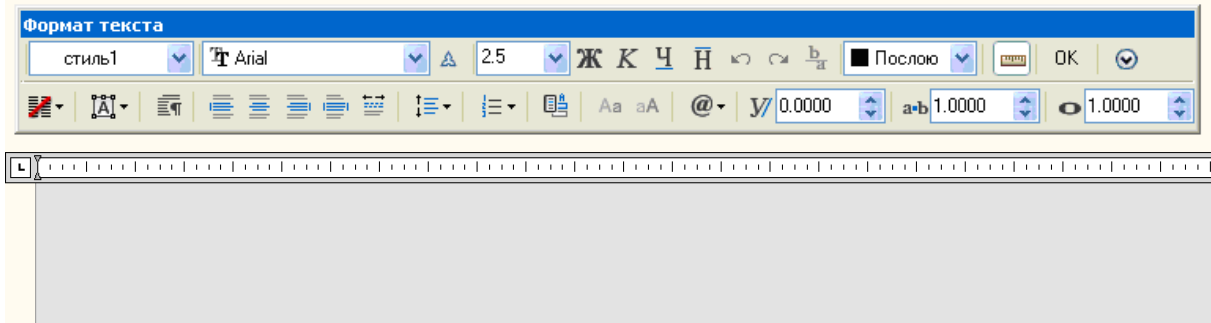

Рис. 27. Формат текста
- задать высоту текста. Запрос высоты появляется в том случае, если текущий текстовый стиль имеет нулевую высоту. Точка вставки текста и курсор соединяются резиновой линией. Переместить курсор от точки вставки на расстояние, соответствующее нужной высоте, и щелкнуть мышью. Формат текста определяется в соответствии с рис. 27;